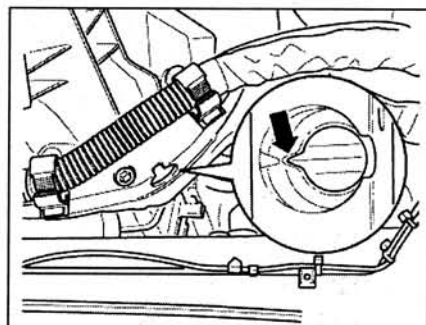

Рис. 3.50. Прокрутите коленчатый вал так, чтобы метка ВМТ на маховике совместилась с меткой на промежуточном фланце (стрелка).
10. Медленно прокрутите коленчатый вал в направлении, противоположном направлению его вращения (против часовой стрелки), с помощью ключа 3447 так, чтобы метка ВМТ на маховике совместилась с меткой на промежуточном фланце (стрелка) (рис. 3.50).